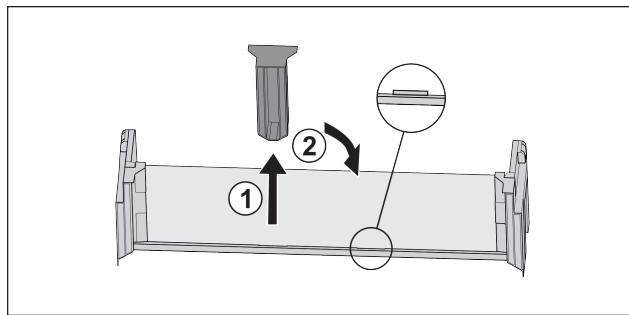

Fig. 30
- ▶ 拉出中间的定位件 Fig. 30 (1)。
- ▶ 将中间的定位件插入第二个位置 Fig. 30 (2)。